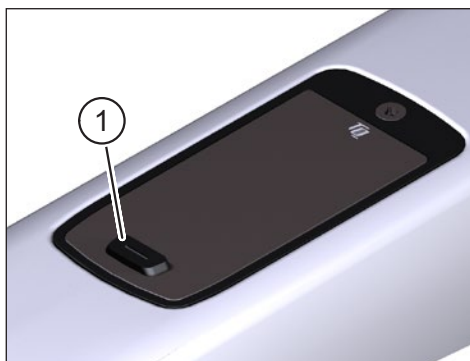

Fig. 2: Display
- ▶ Pulse **brevemente** el botón (Pos. 1 en Fig. 2) del Display para encender el accionamiento.
- ▶ Pulse **largamente** el botón (Pos. 1 en Fig. 2) del Display para desconectar el accionamiento.